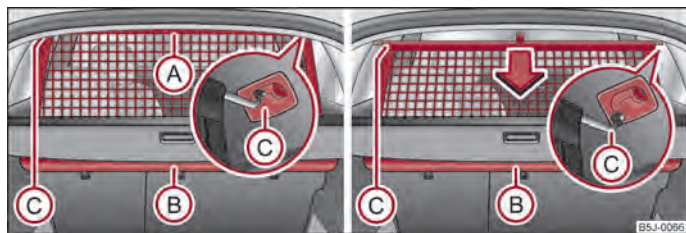

Fig. 53 Retire/enrolle la red divisora
- Tire de la red divisoria del maletero por la lengüeta (A) y sáquela de la caja (B) en dirección de las fijaciones (C) ⇒ fig. 53.
- Colocar la barra transversal en uno de los alojamientos (C).
- Tire de la barra transversal un poco hacia atrás, primero en un lado y seguidamente en el otro lado, y saque la barra transversal de los alojamientos (C) ⇒ fig. 53.
- Mantenga la barra transversal de tal modo, que la red divisoria del maletero pueda enrollarse lentamente y sin daños en la caja (B).